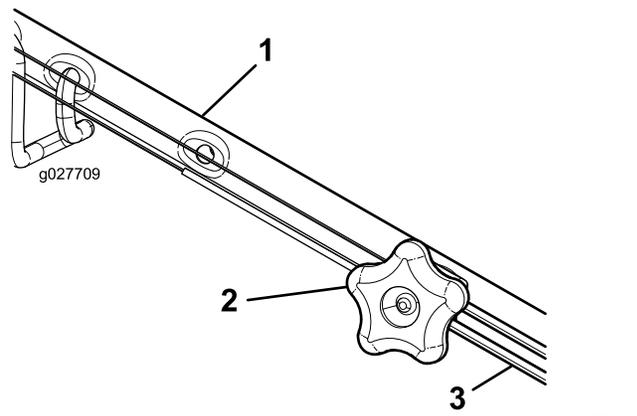

Figure 43
- Tournez le bouton de réglage dans le sens antihoraire pour desserrer le réglage du câble (Figure 43).
- Ajustez la tension du câble (Figure 43) en le tirant en arrière ou en le poussant en avant puis en le maintenant à cette position.